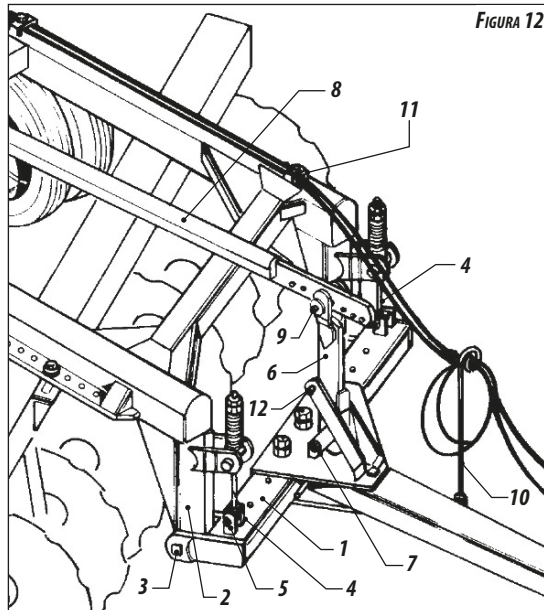

FIGURA 12
- Fijar el cabezal de enganche completo (1) **figura 12** en la armación (2) con los tornillos y tuercas (3).
- Introducir la varilla estabilizadora completa (4) entre las chapas del cuerpo principal, fijar la parte inferior de la varilla en la barra transversal a través del perno (5).
- Colocar el soporte de la barra estabilizadora (6), en la chapa superior del cabezal con el tornillo (7). Acoplar la parte frontal de la barra estabilizadora (8) en el soporte a través del perno (9).
- Fijar el soporte de las mangueras (10), en el cabezal de enganche, e introducir las mangueras por el agujero del mismo.
La GTCR de 10, 12, 14 y 16 discos tienen solamente una varilla estabilizadora (4) figura 12, por lo tanto la figura que hemos utilizado es de las GTCR/GTCR-CR de 18, 20, 22, 24 y GTCR 30 discos.